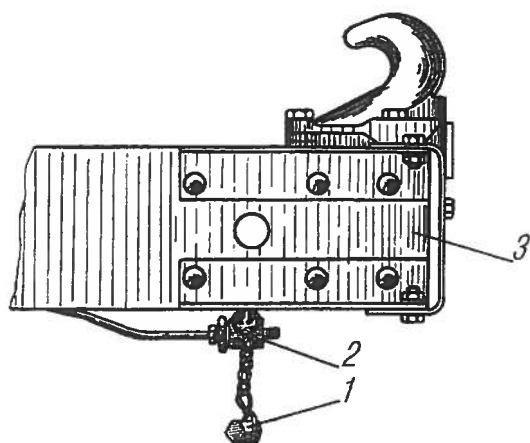

Рис. 18. Клапан буксирный:
**Буксирный клапан** (рис. 18), установленный на правом кронштейне переднего буфера, предназначен для снабжения воздухом тормозной системы автомобиля при буксировании его с неисправным двигателем.